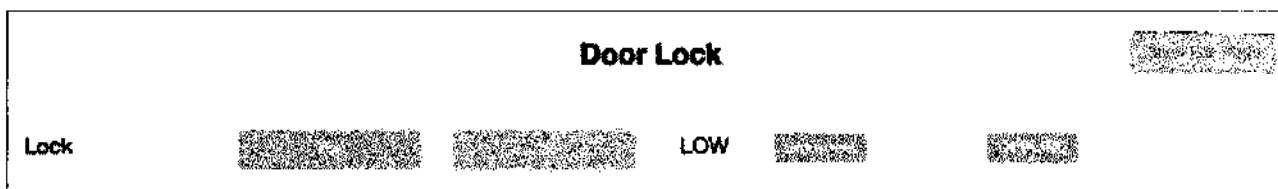

Рис. 8.7. Элемент управления готов к использованию
5. Завершив настройку, вы должны увидеть на своей облачной панели новый орган управления (рис. 8.7).